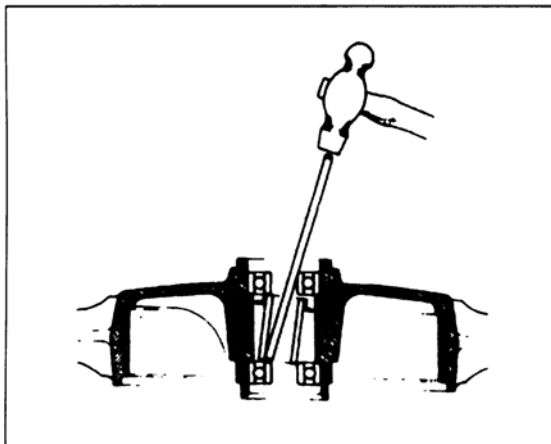

Bild 163
- Distanzhülse zwischen den Radlagern aushebeln. Lager mit Dorn und leichten Schlägen schrittweise (damit Lagersitz nicht aufweitet) von gegenüberliegender Seite her austreiben (Bild 163). Nach Ausbau des ersten Lagers, Distanzhülse entnehmen und gegenüberliegendes Lager austreiben.